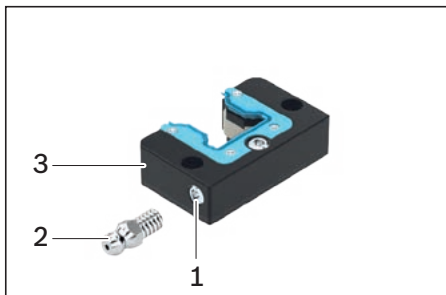
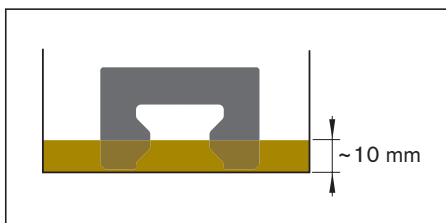

Figura 1
Figura 2
- ▶ Togliere il grano filettato (1) dal foro di lubrificazione (figura 1, pos. 1) e metterlo da parte.
- ▶ Avvitare il nipplo di lubrificazione (2).
- ▶ Posare in piano l'unità di lubrificazione frontale (3), riempirla d'olio in base alla quantità riportata nella tabella 1 e lasciar riposare per 36 ore.
- ▶ Per grandezza 20 basso: lasciar riposare le unità di lubrificazione frontali per ca. 36 ore nell'olio a 10 mm di immersione (vedere figura 2).